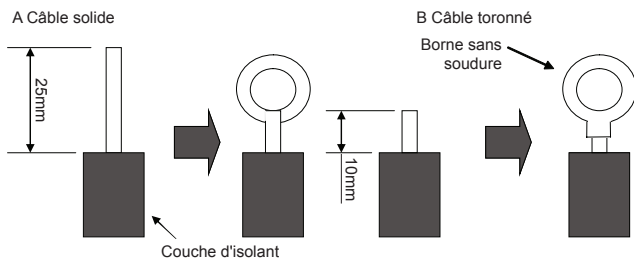

Fig. 39
(1). Pour câblage solide (Fig. 39).
(2). Pour câblage toronné (Fig. 39).